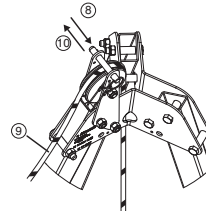

Abb. 10
8. Den Steckbolzen über der Umlenkrolle oben am Dreibaum TRACPODE™ entfernen (Abb.10, 8).
9. Das Kernmantelseil des DEROPE™-Geräts um die Umlenkrolle führen (Abb.10, 9).
10. Den Steckbolzen wieder anbringen, um zu verhindern, dass das Kernmantelseil von der Umlenkrolle springt (Abb. 10, 10).